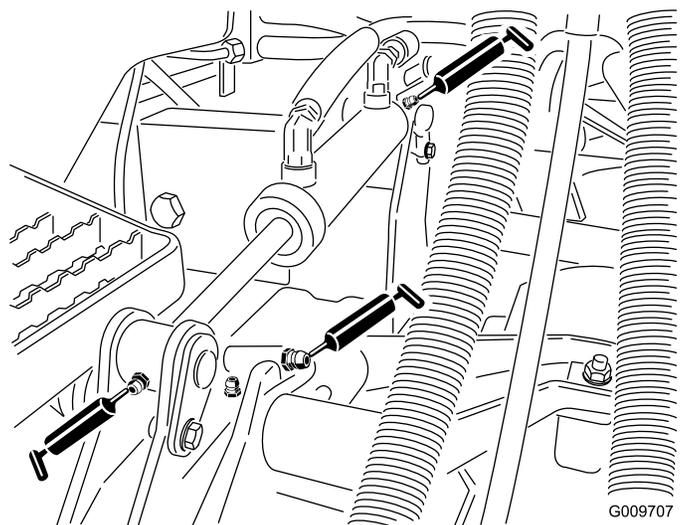

図 24
- 昇降アームのブッシュ各デッキに1ヶ所 図 24
- 昇降シリンダのブッシュ各デッキに2ヶ所 図 24